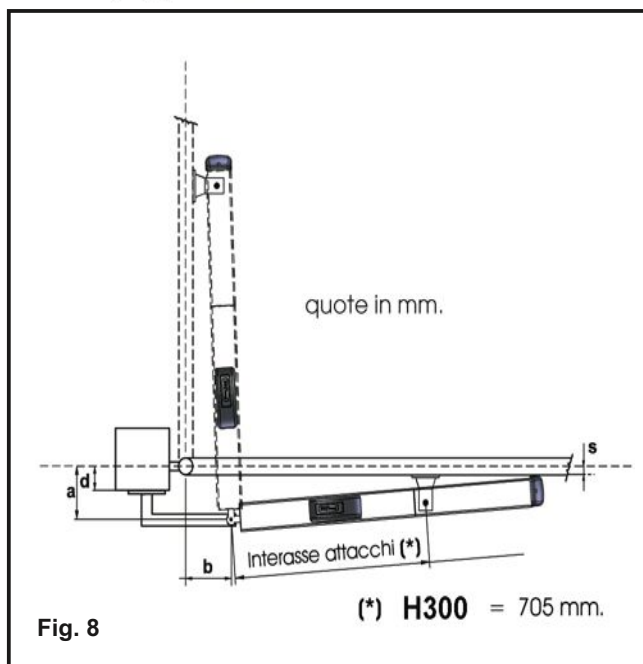

Fig. 8
3.3. FISSAGGIO ATTUATORE CON APERTURA CANCELLO VERSO L'ESTERNO (fig. 8)